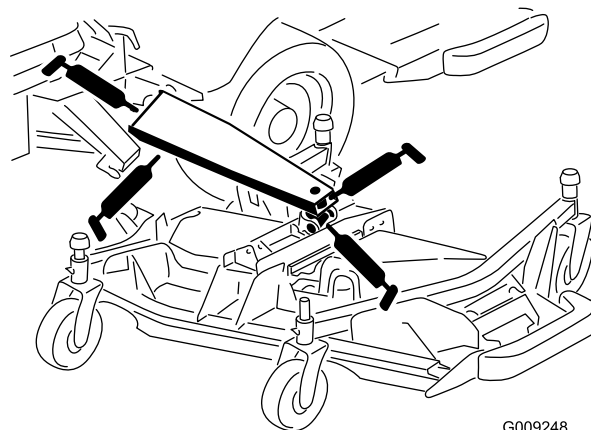

Figura 57
- Casquillos de los brazos de elevación principales (3) (Figura 57)
- Casquillos de los cilindros de elevación (1) (Figura 57).